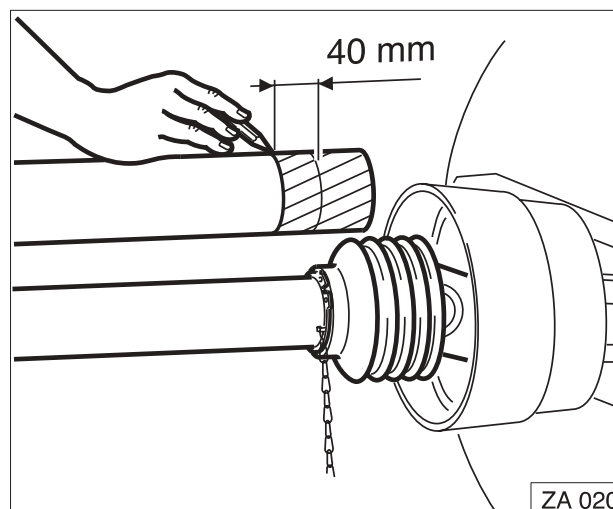

Fig. 20
- Koppelingsashelften Fig. 20/1) en (Fig. 20/2) in de kortste en de langste stand naast elkaar houden en de **overlapping van de schuifprofielen** controleren.